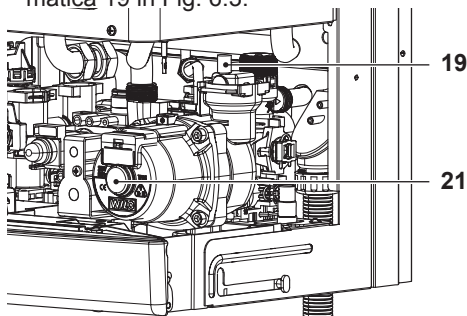

Fig. 6.3
- Alzare il tappo della valvola di sfiato automatica 19 in Fig. 6.3.
- Togliere il tappo 21 in Fig. 6.3 e sbloccare la pompa ruotando il rotore con un cacciavite.